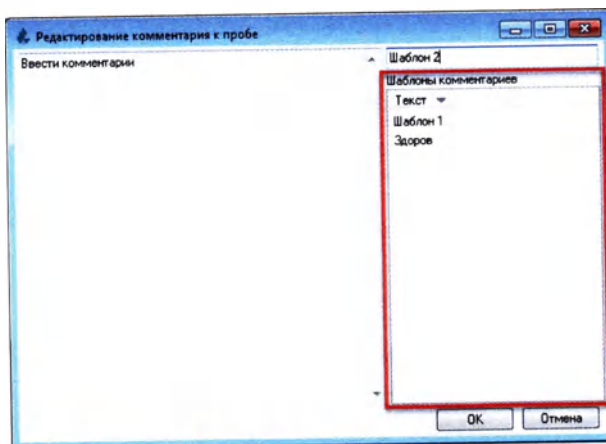

Рисунок 5.86
5. Созданный шаблон добавится в перечень шаблонов, расположенный в правой части окна. Данные созданных шаблонов могут быть отредактированы (Рисунок 5.86).